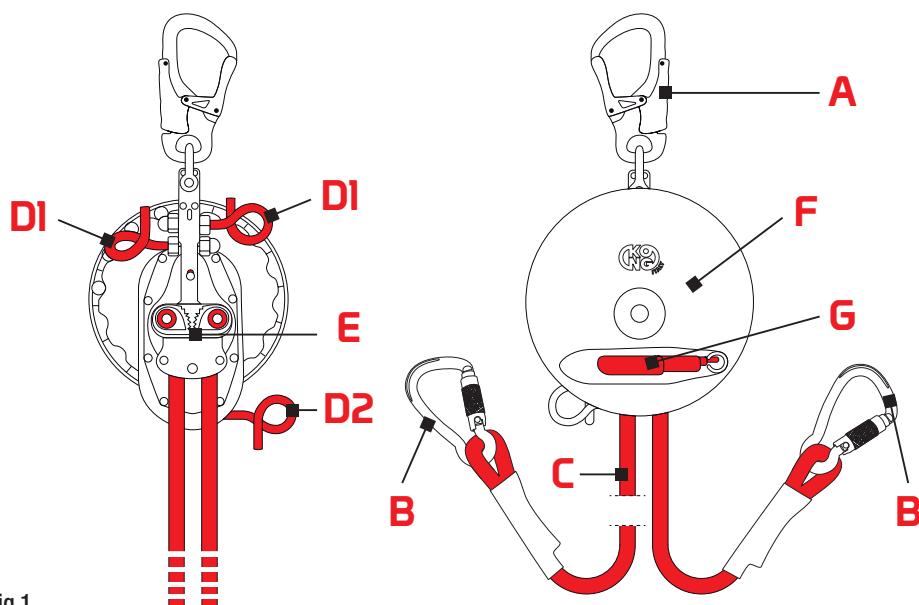

Fig.1
3.1 TERMINOLOGÍA DE LAS PARTES (FIG. 1)
- (A) Conector de anclaje de aleación de aluminio conforme a la norma EN 362,